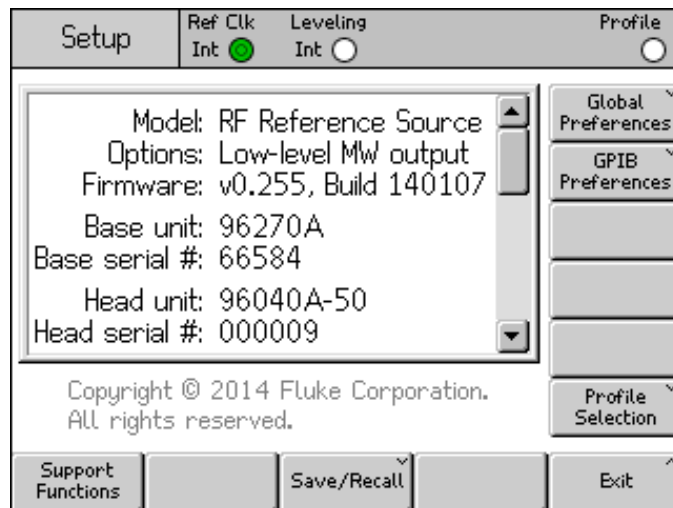

图 3-19. 仪器设置屏幕
1. 按 **SETUP** 键显示仪器“设置”屏幕。参见图 3-19。
4. 按“返回”功能键以保存“全局首选项”设置，并返回图 3-19 所示的仪器“设置”屏幕。